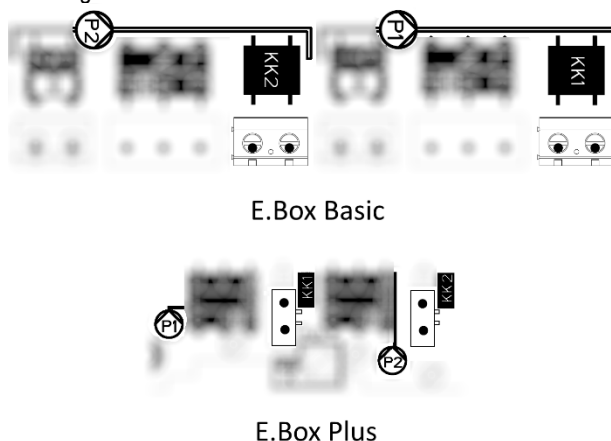

Figura 33: Ingressi protezione termica KK
**Protezione termica Motori:** l'E.box possiede un ingresso per la protezione termica di ogni motore. Se il motore utilizzato è provvisto di protezione termica, si può collegare tale protezione ai morsetti KK. Se la protezione non è presente nel motore i morsetti devono essere ponticellati. Per la posizione dei morsetti vedi Figura 33.